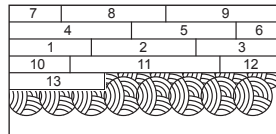

Figure 12d
- Assurez-vous de ne pas étaler l'adhésif trop en avant de votre zone de travail (figure 12d).